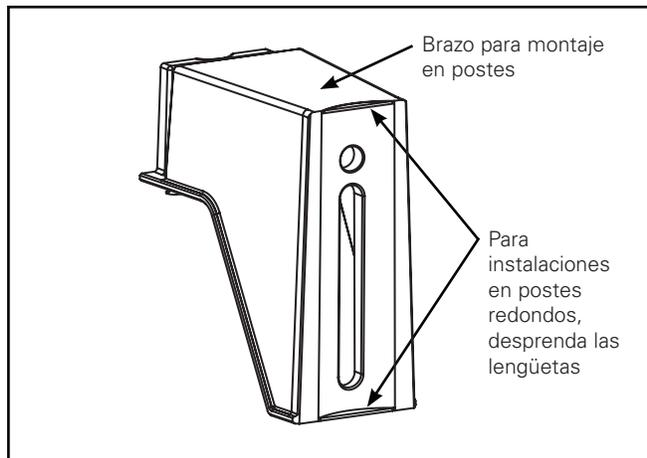

Figura 6.
Brazo del lado del alojamiento instalado en obra - Accesorio (Figura 6. – Figura 12.)
1. El brazo para montaje en postes está diseñado para un poste cuadrado o redondo. Para instalar la luminaria en un poste redondo se deberán retirar las lengüetas troqueladas del brazo de montaje. Sujete las lengüetas troqueladas con una pinza y despréndalas. (Figura 6.)